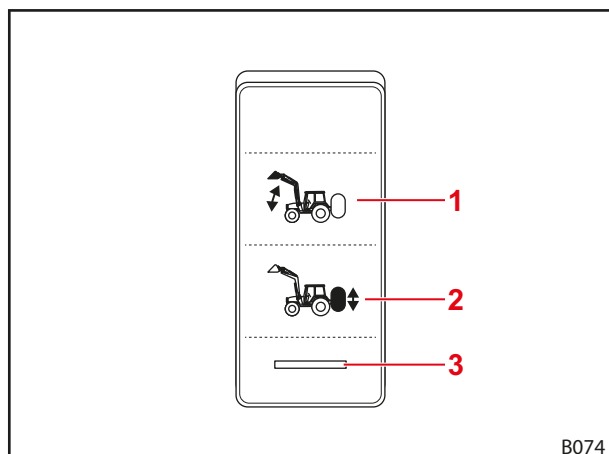

Fig. 73 Brytare för Comfort-hydrauliken.
**i** Ställ brytaren till läget "Originalfunktion aktiv" vid körning på allmän väg (se Fig. 73) för att förhindra oavsiktlig manövrering av frontlastaren!